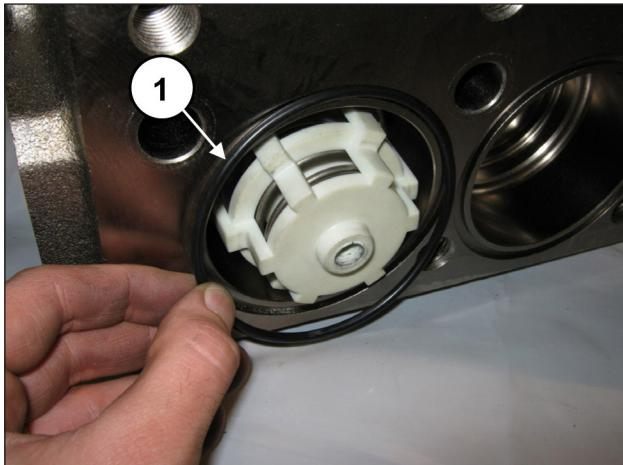

Abb. 153
Setzen Sie den frontseitigen O-Ring an den Saugventilen ein (Pos. ①, Abb. 153).